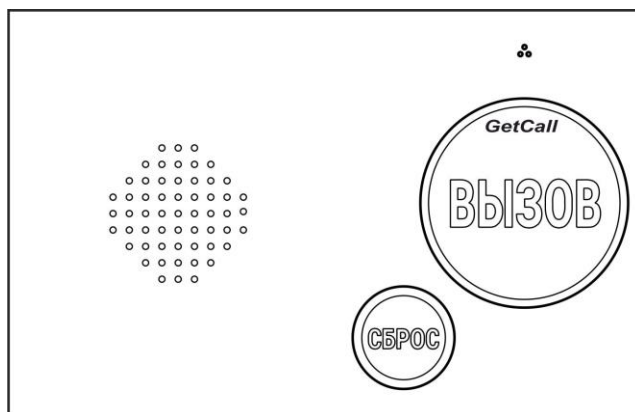

Рисунок 5.11. Абонентское устройство громкой связи GC-2001B2
2. Абонентское устройство громкой связи GC-2001B2 (рис.5.11).